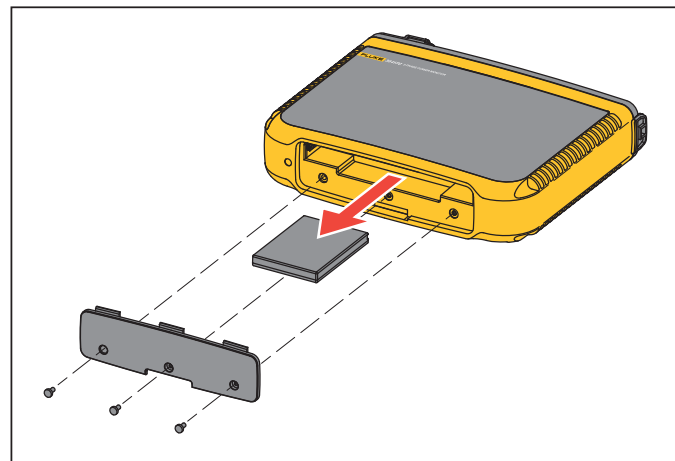

Рисунок 15. Замена батарей
1. Отверните три винта и снимите крышку батарейного отсека. См. Рисунок 15.